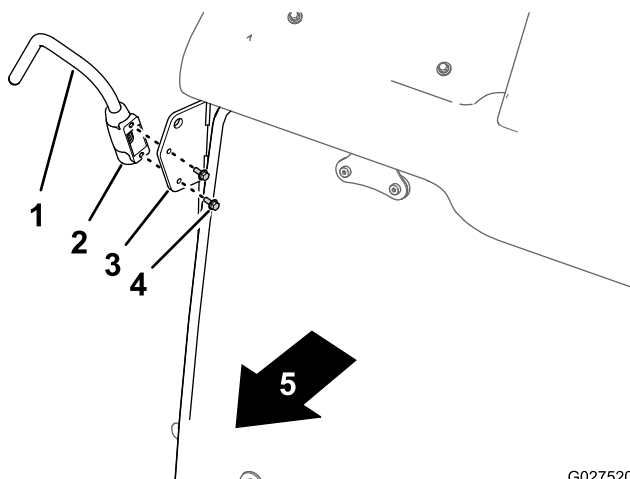

図 4
2. サポートアームの取り付けブラケットを、キャブのピラー A にあるミラーブラケットに合わせる 図 4。
3. 図 4 のように、サポートアームをピラーに固定するフランジヘッドボルト M6 x 16mm 2本を使用する。